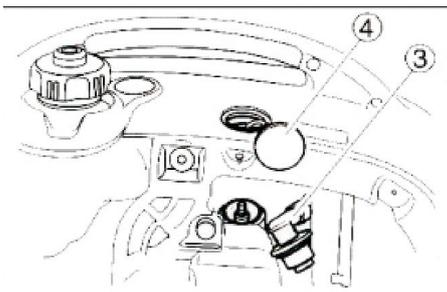

Abb. 34: Verschlußkappe entfernen
Schritt 3: Die Verschlußkappen Pos. 3 und 4 entfernen (Abb. 34) (PG-I 20 S).